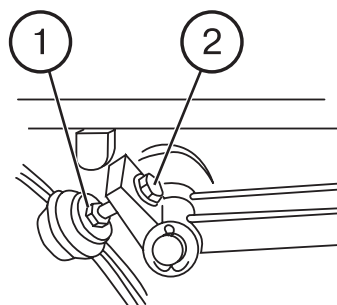

Рис. 52.
- отверните контргайки 1 (рис. 52) болтов 2;